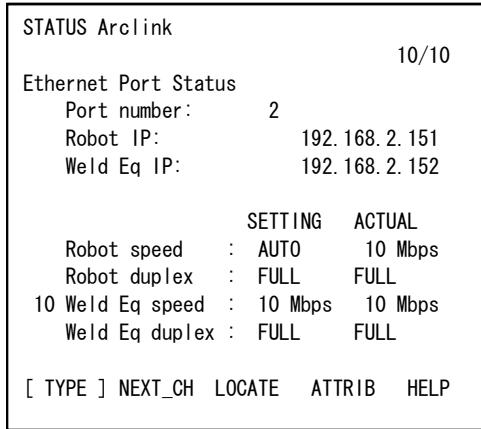

图 7.1 以太网端口的状态
5. 在 ArcLink 状态画面上，确认 ArcLink 的状态。此外，ROBOWELD +C/H 的情形下，确认以太网端口的状态（见“3.2.4 ArcLink 状态”）。以太网端口的状态，必须是图 7.1 所示那样的设定（端口号，R-30+A 为 2，R-30+A Mate 为 1）。通信速度、通信方式的状态与图 7.1 不同时，请进行 2 个变更。